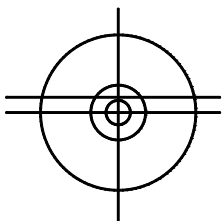

图 3-75 偏移结果
- 05 选择菜单【修改】|【偏移】命令，将水平中心线向上偏移 10 个绘图单位，创建辅助线，结果如图 3-75 所示。